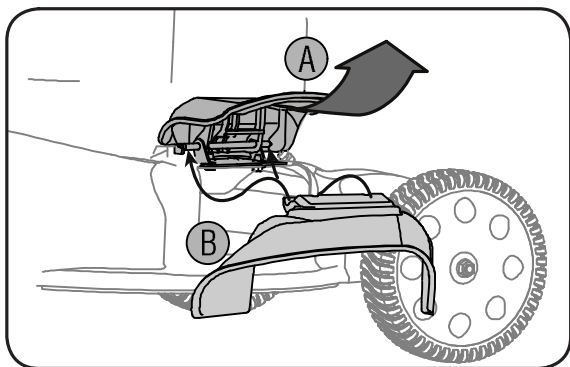

Figure 3-8 - Caractéristique en option
- Relevez le bouchon de déchetage à charnière qui se trouve sur le côté du plateau de coupe. Voir la Figure 3-8.